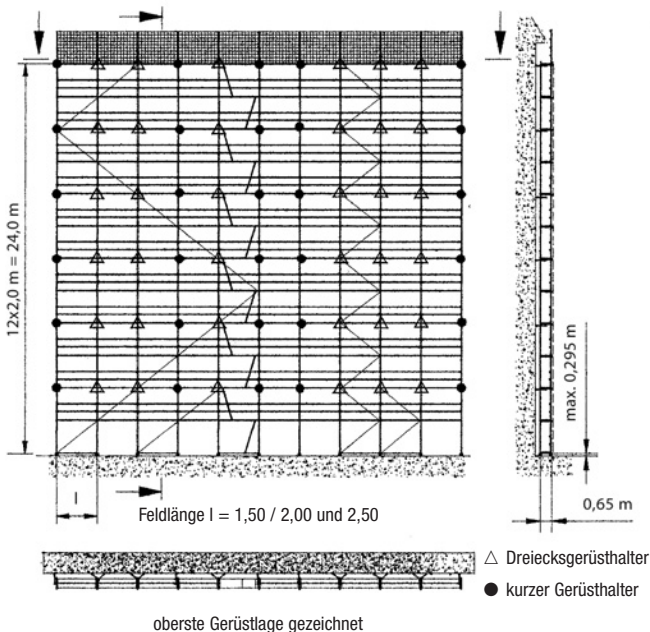

Bild 19
- weiterer Aufbau wie in Bild 19 dargestellt (einschließlich Netze)